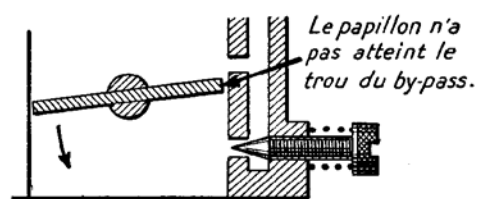

Fig. 9
- ou bien, au contraire, le papillon n'a pas encore atteint le trou de by-pass (fig. 9).